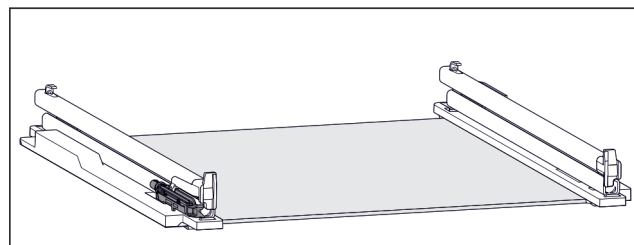

Fig. 56 Узел амортизатора
- Узел амортизатора крепится на левой направляющей. (см. Fig. 56) На правой направляющей узел амортизатора не крепится.